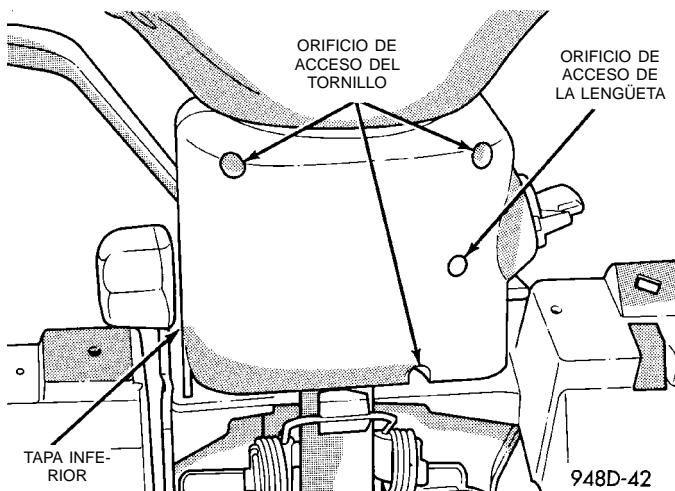

Fig. 41 Tapa de la columna de dirección
- (1) Desconecte el cable negativo de la batería.
- (2) Coloque el cilindro de la llave en la posición RUN. A través de un orificio situado en la tapa inferior, oprima la lengüeta de retención del cilindro de la cerradura y retire el cilindro de la llave (Fig. 41).